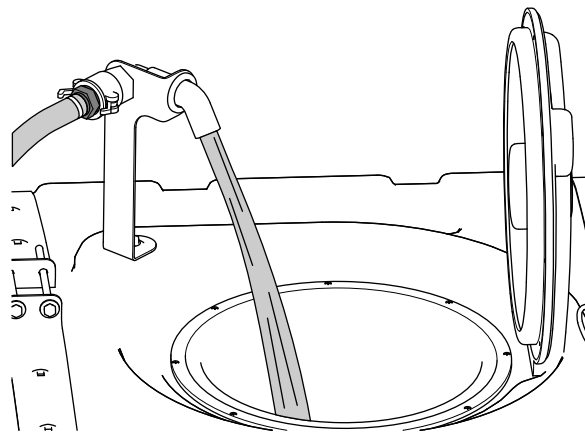

図 27
5. 所定量の  $\frac{3}{4}$  の水を液剤タンクに入れる 図 27。